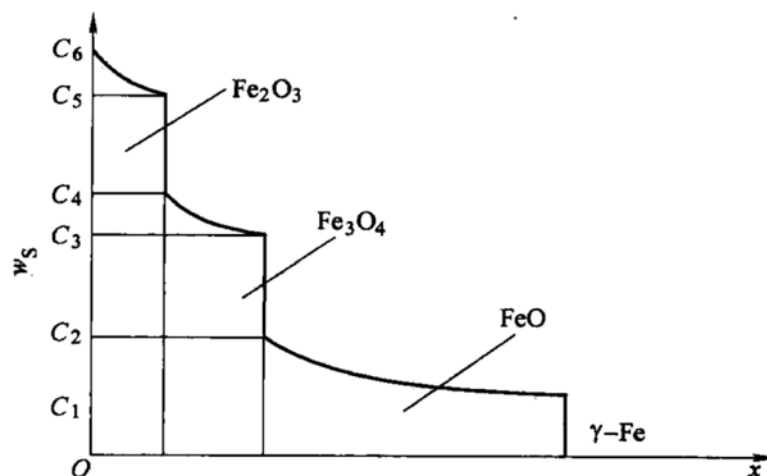

图 12-2 第七题第 2 小题解答图
1. 影响扩散的因素：①温度的影响。温度越高，扩散越快。②晶体结构的影响。结构不同，扩散系数不同。③固溶体类型对扩散的影响。不同的固溶体，原子的扩散和机制不同。④固溶体浓度对扩散的影响。浓度越大，扩散越容易。⑤晶体缺陷的影响。晶界、位错、空位都会对扩散产生影响。⑥化学成分对扩散的影响。加入化学元素对扩散会产生阻碍。
2. 根据 Fe-O 相图，在 1000℃ 下当表明氧浓度达到 31% 时，则由表面向内依次出现 Fe_2O_3 、 Fe_3O_4 、FeO 氧化层，最内侧是 $\gamma\text{-Fe}$ ，如图 12-2 所示。随着扩散的进行，氧化层逐渐增厚并向内部推行。